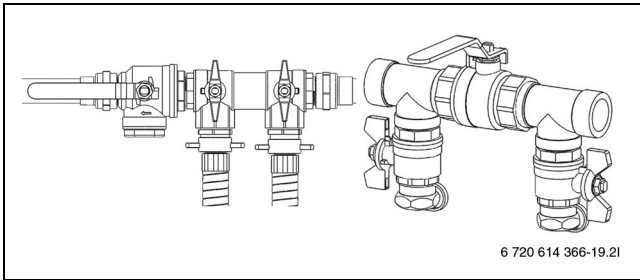

Bild 25 Befülleinrichtungen in Befüllposition
- Ventile der Befülleinrichtung auf die Befüllposition stellen (→ Bild 25).